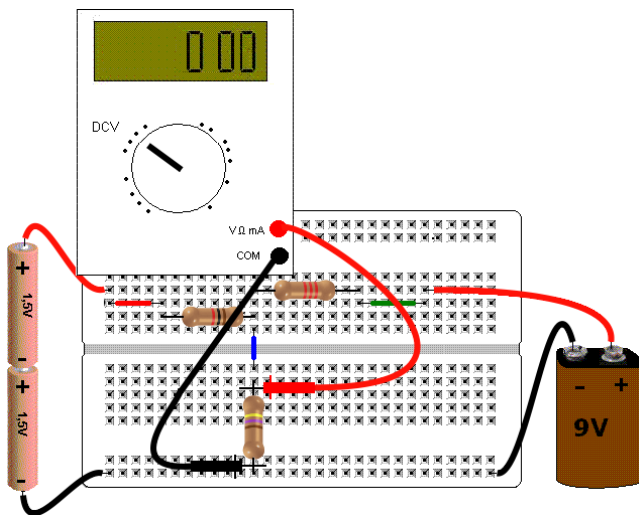

Figura 8 – Medindo a tensão em R1
10. Ligue o multímetro conforme Figura 8 para medir a tensão em R₁, V₁. Anote o valor medido na tabela 3.